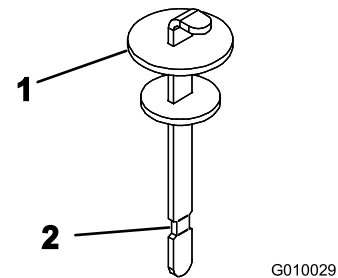

Figura 19
4. Retire la varilla del cuello de llenado y límpiela con un paño limpio. Inserte la varilla en el cuello de llenado; luego retírela y compruebe el nivel del aceite. El nivel de aceite debe llegar a la marca de la varilla (Figura 19).